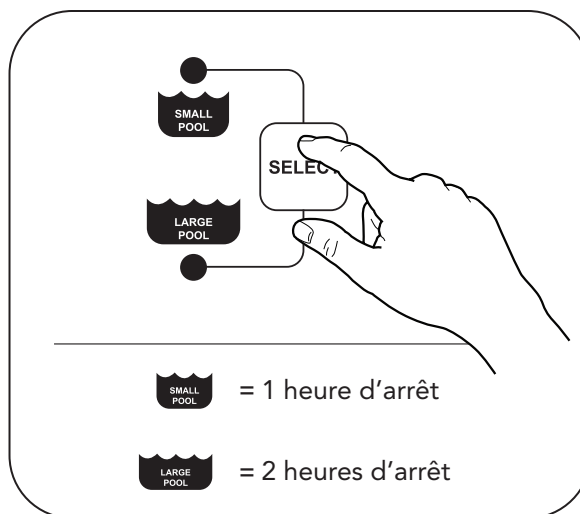

Figure 7. Choisir la grandeur de la piscine et la durée
2. Appuyer sur le bouton Select pour choisir entre Small Pool (Petite piscine) et Large Pool (Grande piscine). La durée du nettoyage d'une petite piscine est de une (1) heure et de 2 heures pour une grande piscine (Figure 7).